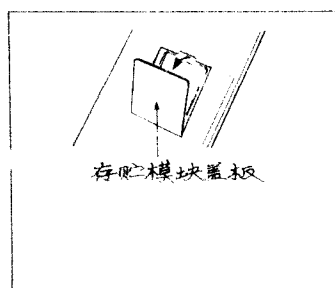

图 1.3 计算机背后存贮模块盖板示意图
2、从扩充 RAM 模块包装盒里取出模块，利用盒内配置的小铁片撬开计算机背后的存贮模块盖板。见图 1.3